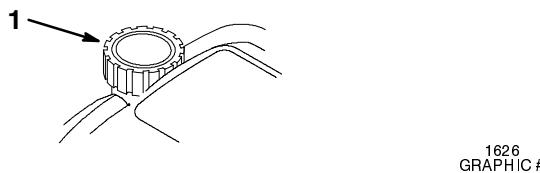

Figure 8
- Nettoyer tout autour du bouchon du réservoir d'essence (Fig. 8).**